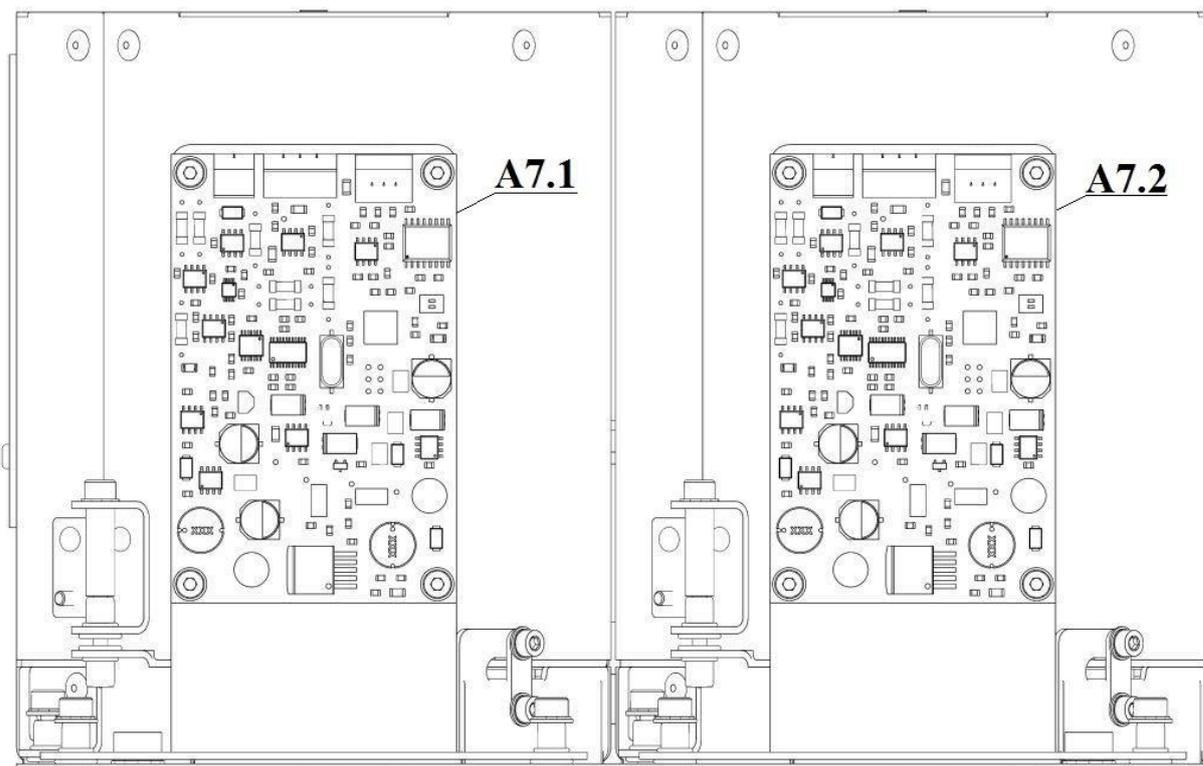
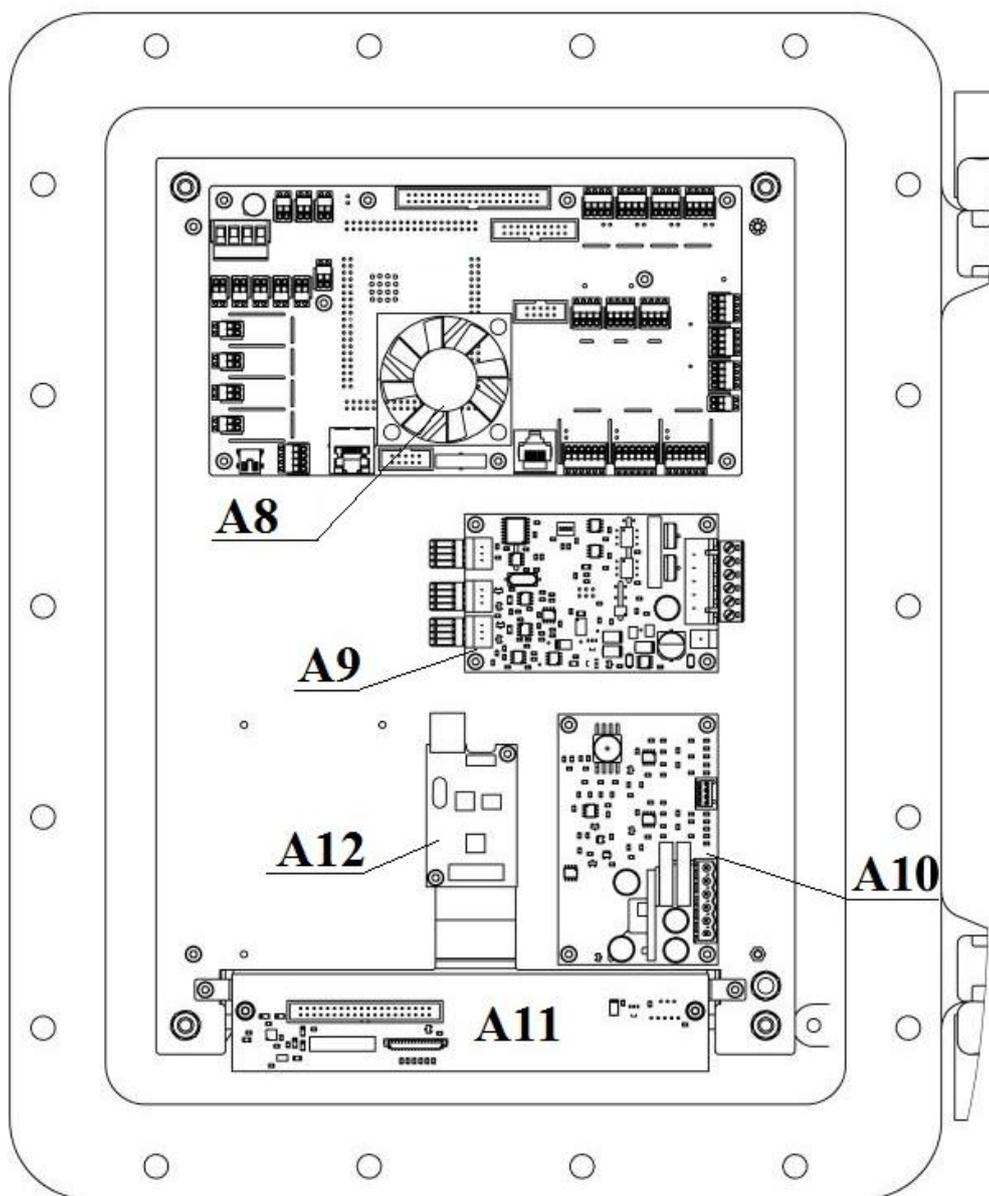

Рис. 3. Электронные блоки в корпусе хроматографа «МАГ»
Рис. 4. Электронные блоки на крышке хроматографа МАГ
Электронные блоки управления хроматографом располагаются в корпусе (см. Рис. 4), а также на крышке (см. Рис. 3) взрывозащищенной оболочки прибора.
На крышке хроматографа МАГ располагаются следующие платы (см. Рис. 4):
- **A13.** Сенсорный экран (опционально, не показан на Рис. 4);
- **A14.** 12” ЖК дисплей для отображения текущей информации о состоянии прибора, результатов измерения и хроматограмм, подробнее, см. п. 2.6.4 (опционально, не показан на Рис. 4).